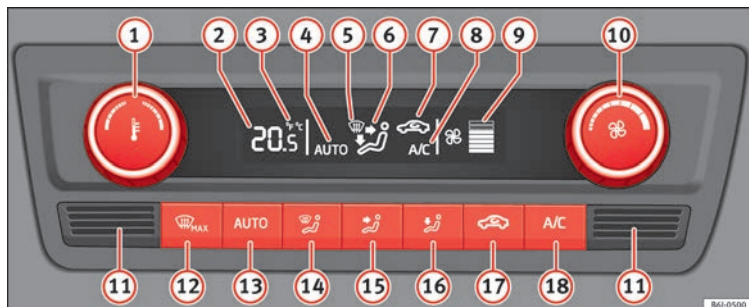

Bild 167 Climatronic: reglage.
-  **(18)** » bild 167 påslagen.
Motsvarande funktion slås på när en knapp trycks in. Luftkonditioneringen slås på om den var avstängd. Ett undantag är knapp **(17)** » bild 167 (luftcirkulation)
- Vrid reglaget **(10)** åt vänster till segmenten i kolumn **(9)** » bild 167 slocknar.
- Tryck på knappen  **(13)** » bild 167.
Håll in knapparna  och  » bild 167 i **2 sekunder** samtidigt. Informationen visas på skärmen i den önskade enheten.
- Kupétemperaturgivaren **(11)** » bild 167 finns längst ner. Den får inte täckas för med dekaler eller liknande, eftersom detta kan ha negativ inverkan på Climatronics funktioner.
- Tryck in knappen  **(13)** » bild 167 och **AUTO** som visas på skärmen.
- När du slår på tändningen kan reglaget **(1)** » bild 167 användas för att ställa in den önskade innetemperaturen.
- Tryck på knappen  **(17)** » bild 167 och symbolen visas på skärmen.
- Tryck på knappen  **17** » » **bild 167** och symbolen försvinner från skärmen.
- Vrid reglaget **10** » » **bild 167** moturs (sänk hastigheten) eller medurs (öka hastigheten).
- Tryck på knappen  **MAX** **12** » » **bild 167**.
- Tryck flera gånger på knappen  **MAX** **12** » » **bild 167** eller tryck på knappen  **AUTO**.